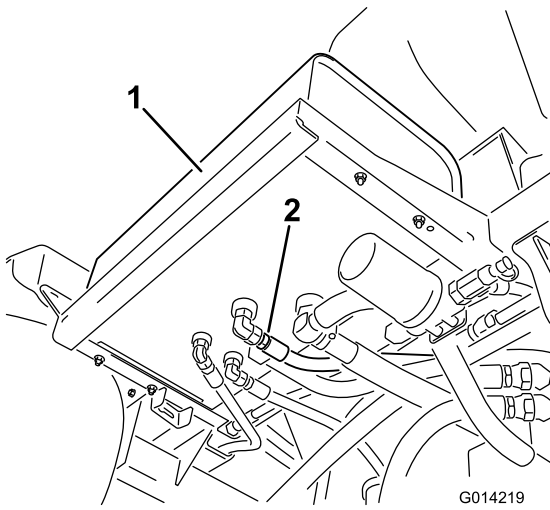

图 102
- 清洁液压油箱底部的 1 个液压软管接头周围的区域 图 102。
4. 从油箱上拆下软管接头将油排放到盘中图 102。在经过认证的回收中心处置废油。